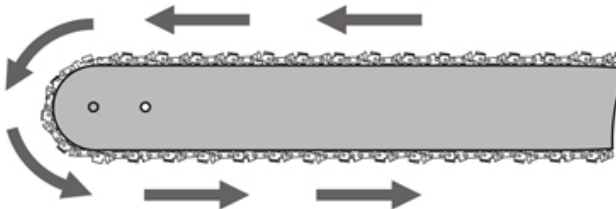

Рисунок 7. Розташування ланцюга на напрямній шині.
5. Тримавши ланцюг обома руками, розташувати його вздовж напрямної, орієнтуючи ланки за напрямком руху (рис. 7), та ввести ланцюг в зачеплення з веденою зірочкою на напрямній (рис. 8);